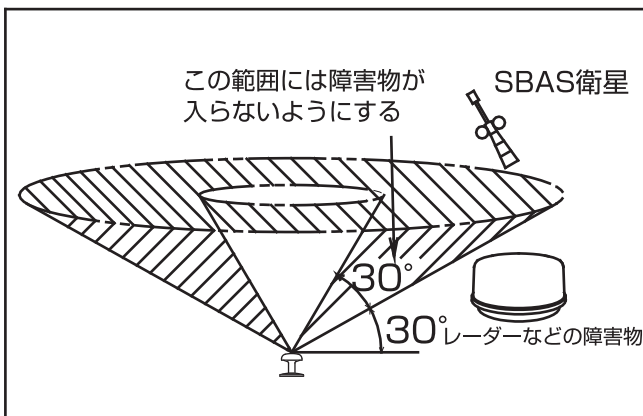
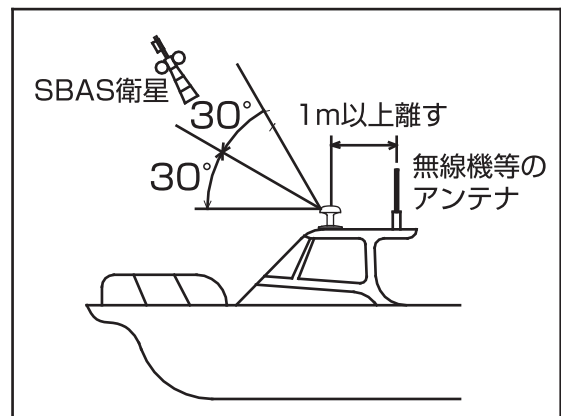

図3
図4
- GPS衛星は、常時8基以上が上空にあるため、一部の衛星信号が受信できなくてもGPS測位が可能ですが、MTSAT衛星は障害物で受信できないとDGPS測位が出来ず、GPS測位になってしまいます。このため、図3・図4のように仰角30°から60°の範囲内に、レーダー・アンテナ等の障害物が入らないように注意して下さい。